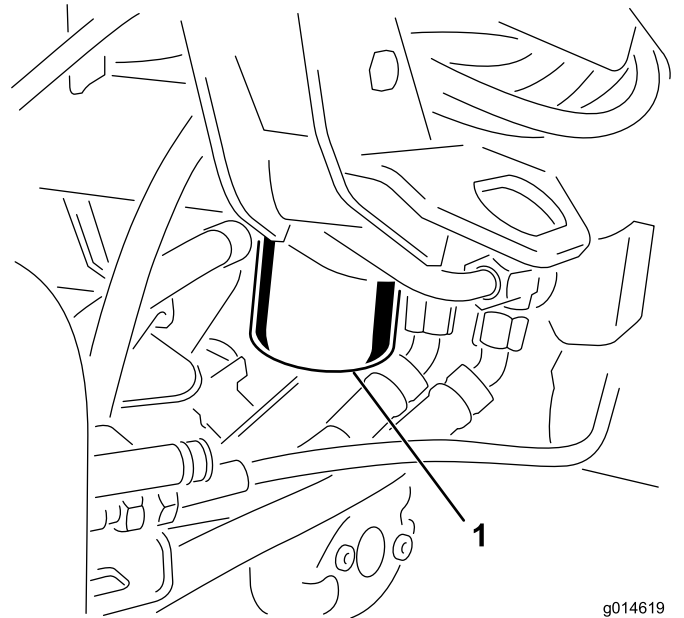

Figura 45
3. A la derecha de la máquina, coloque un recipiente debajo del filtro hidráulico (Figura 45).
5. Retire el filtro hidráulico antiguo del cabezal e instale rápidamente el nuevo filtro hidráulico (Figura 45) girándolo a mano hasta que la junta entre en contacto con el cabezal del filtro y, a continuación, apriete el filtro $\frac{3}{4}$ de vuelta más.